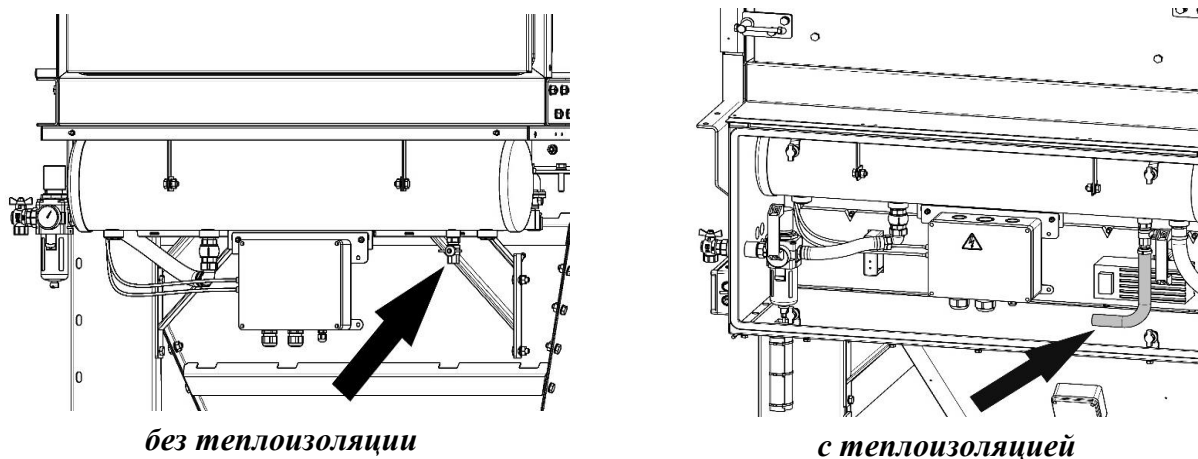

Рисунок 23
- 2) разместить под краном (под трубкой для теплоизолированных фильтров) ёмкость для сбора жидкости (рисунок 23);